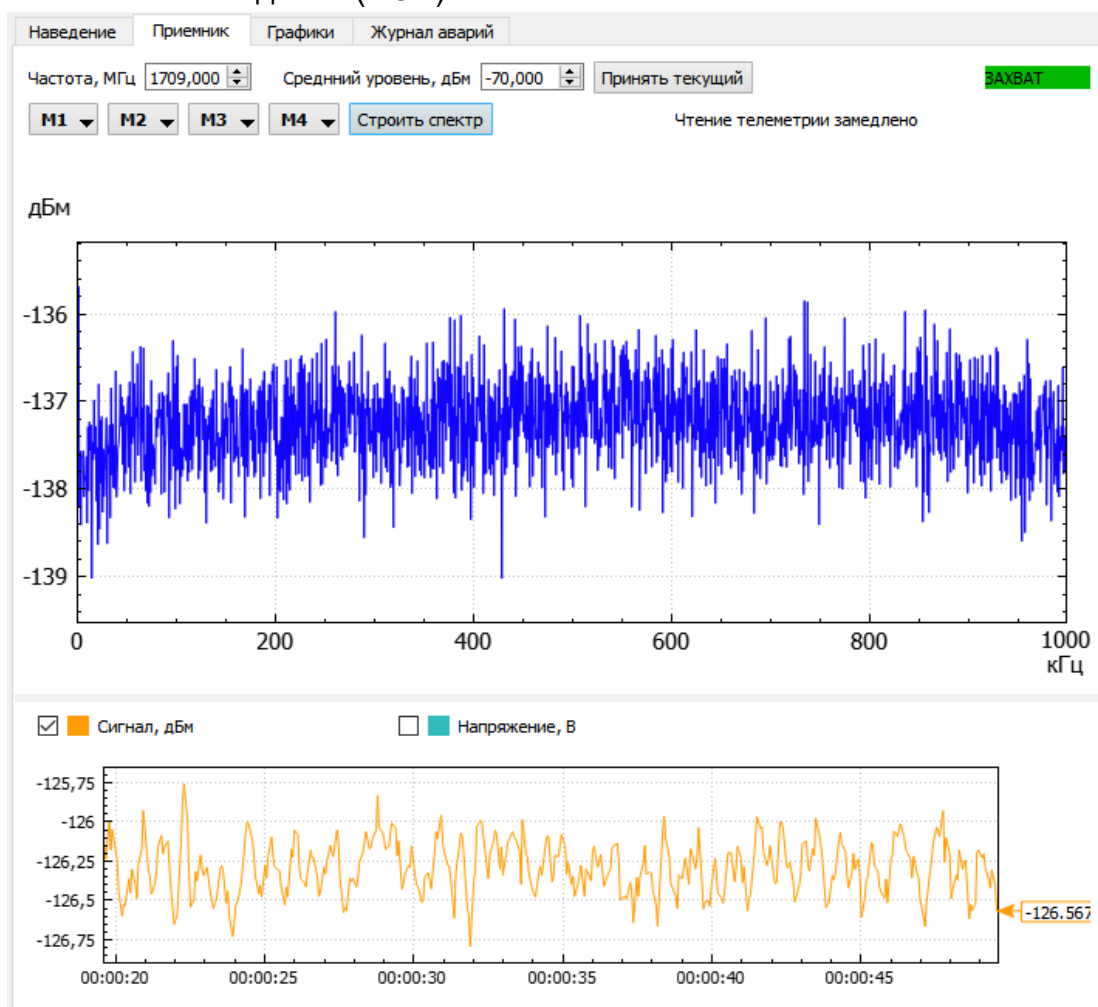

Рисунок 6.1.5 Вкладка «Приемник»
7.3.6 Вкладка «Приемник» (рисунок 6.1.5)